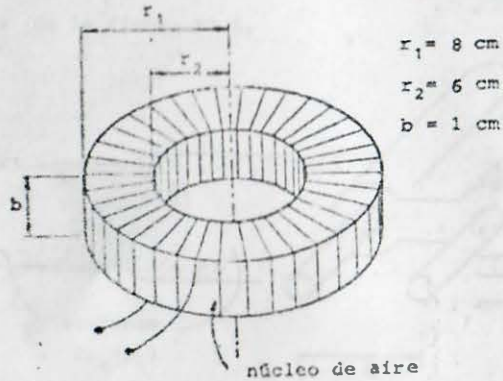

FIGURA P7.2
7.2 Calcule el número de vueltas necesario para que el toroide de la figura P7.2, tenga una inductancia  $L_t = 575.36 \mu\text{H}$ . Calcule además el diámetro máximo (que incluya el esmalte) del alambre con el cual es posible enrollar el número de vueltas obtenido anteriormente en una sola capa.